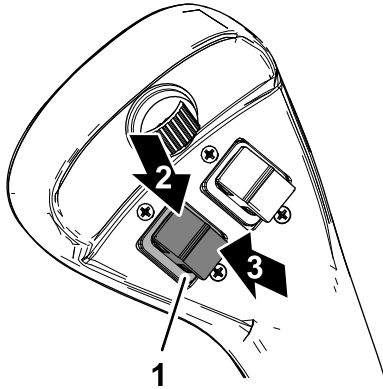

Figure 13
- Appuyez de manière prolongée sur le haut de la commande hydraulique de l'outil pour diriger le débit hydraulique de l'outil hydraulique en avant (Figure 13).